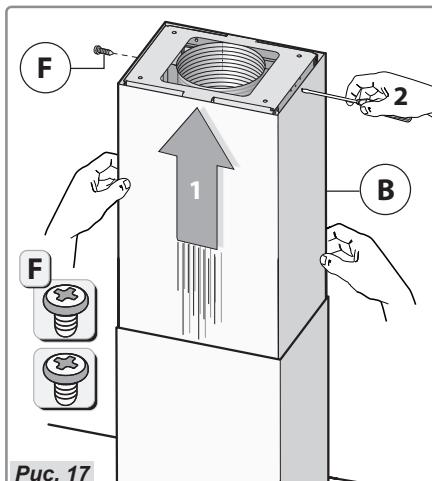

Рис. 17
– Подсоедините ствол **B** к потолочной плите с помощью двух винтов **F** (рис. 17).